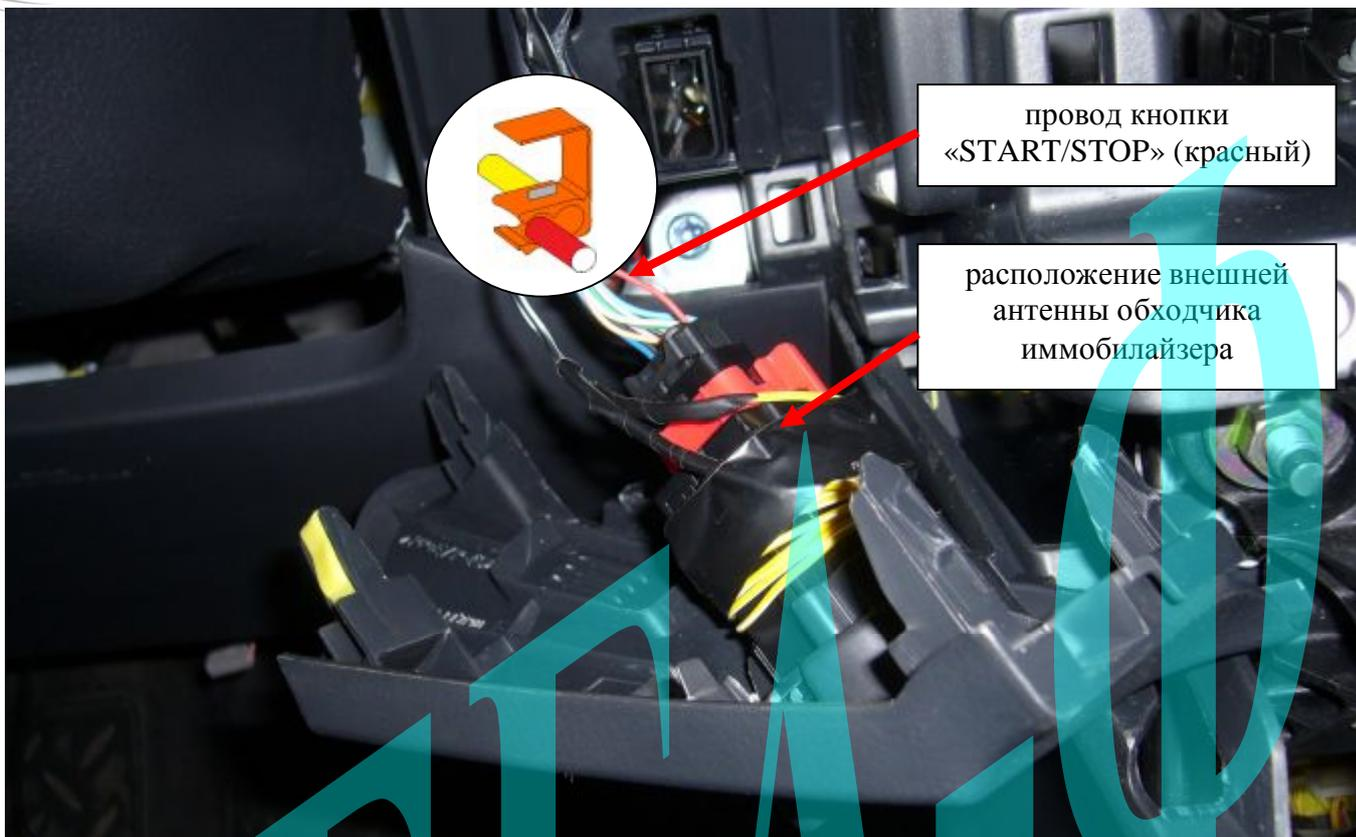

Рис. 6: Подключение кнопки «START/STOP» и расположение внешней рамки обходчика иммобилайзера.
- 3 Внешнюю рамку располагаем с внутренней стороны корпуса кнопки «Start/Stop». (См. рис. 6)
К красному проводу разъема кнопки Start/Stop, подключаем инвертированный через реле (минусовой) выход со стартера для имитации нажатия кнопки при запуске, (См. рис. 6 и схему 2)